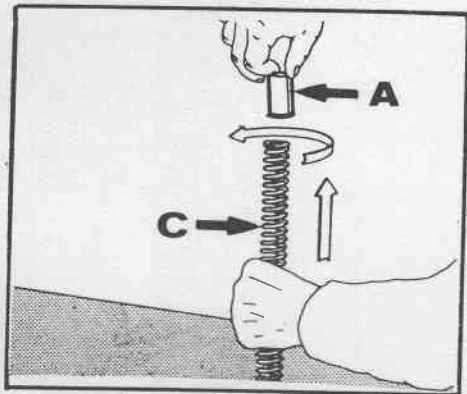

Fig. 21 - Stelo compressione (sx).
(1 Fig. 21)
- estrarre il tubetto di precaria (A Fig. 21), e la molla (C Fig. 21); è consigliabile quando si sfila quest'ultima farla ruotare su se stessa per permettere all'olio di sgocciolare.